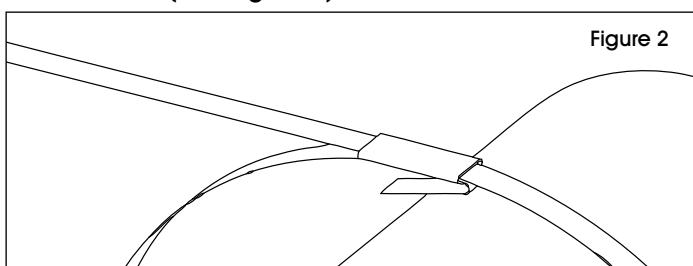

Figure 2
- Insérez l'extrémité du feuillard dans la partie inférieure du joint et repliez pour former un "crochet". (Voir Figure 2)